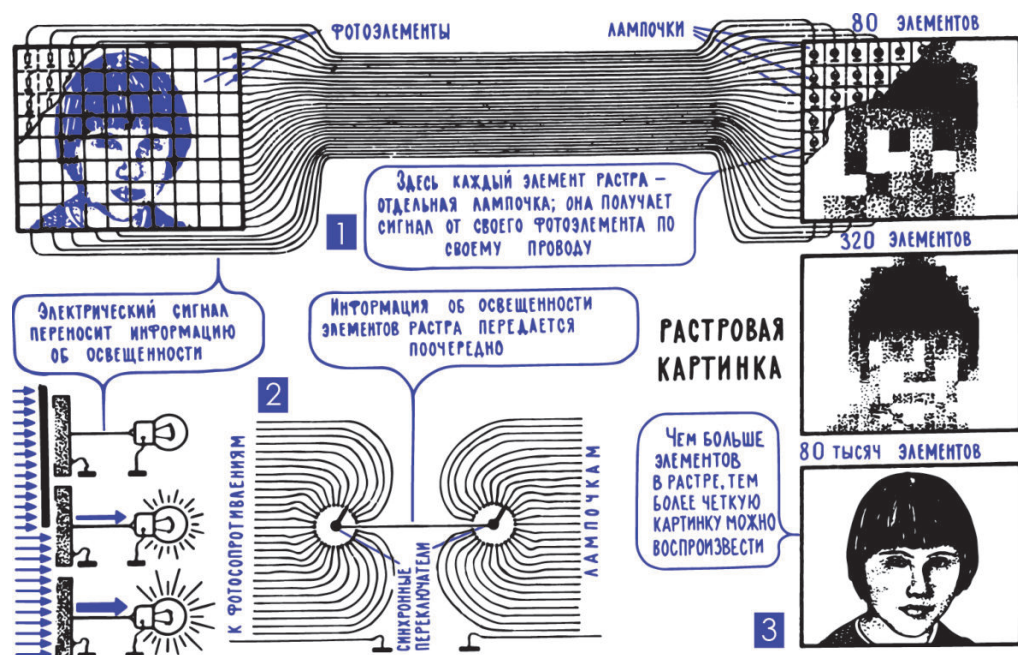
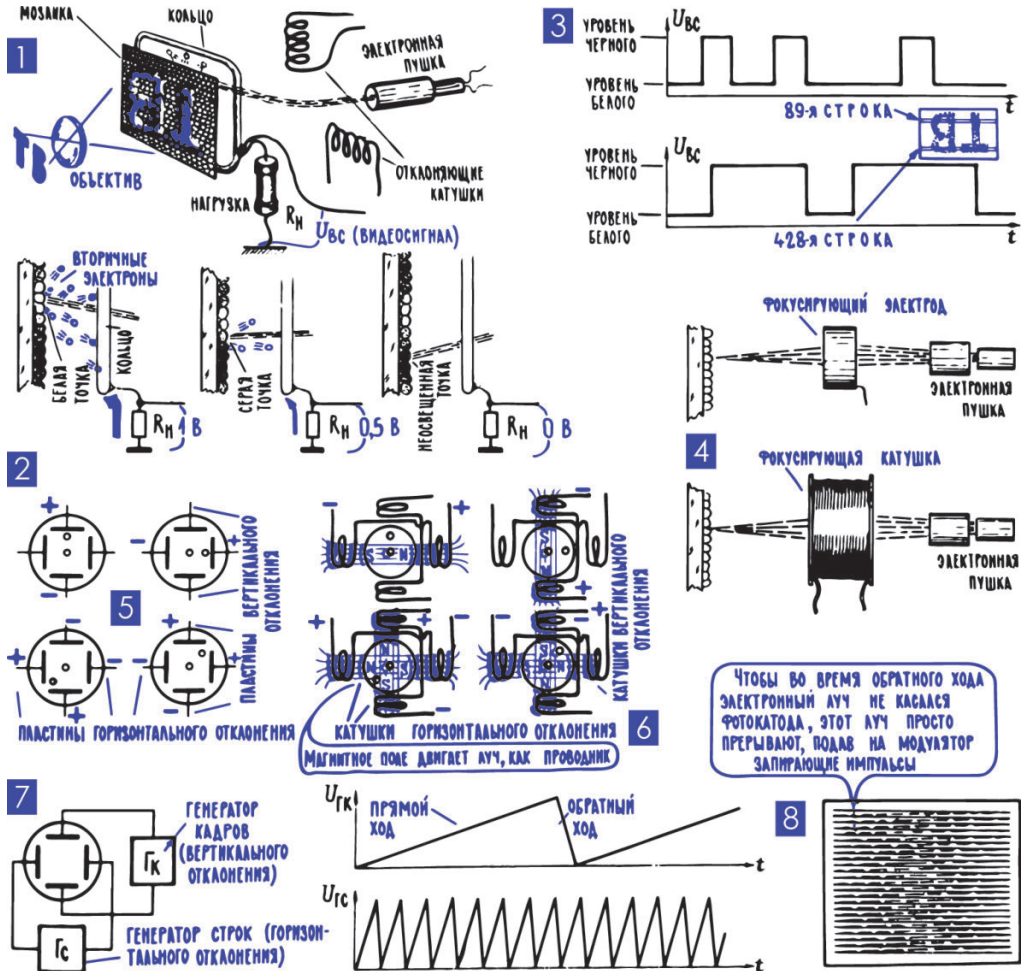

Рис. 13.6. Передача картинки с помощью электрического сигнала
Рис. 13.7. Простейшая передающая телевизионная трубка – иконоскоп
9. Любую картинку можно представить как набор точек с различной яркостью. Любую картинку, которую мы видим, можно представить себе как сложную мозаику из мельчайших светящихся точек, как некоторое количество отдельных источников света различной яркости, определенным образом расположенных в пространстве (рис. 13.6). И передать такую картинку на большое расстояние – это значит в месте приема заставить светиться такое же количество светоизлучателей с таким же точно расположением в пространстве и с такой же яркостью, как это было у самой передаваемой картинки. Забудем пока о цвете и объеме, попробуем в мысленном эксперименте создать систему передачи плоской черно-белой (точнее, одноцветной, монохромной) картинки.
Одно из решений задачи – система из светочувствительного экрана с большим числом фотоэлементов и светоизлучающего экрана с большим числом источников света, например лампочек (рис. 13.6; 1). Фотоэлементы и лампочки в строгом порядке расположены на своих экранах и соединены между собой попарно: каждая точка светочувствительного экрана соединена с точно такой по месту расположения точкой светоизлучающего экрана. Поэтому по каждой линии связи в виде электрического сигнала передается информация о яркости одной из точек картинки. А все комплекты фотоэлемент – линия связи – лампочка воссоздают на светоизлучающем экране точечную копию картинки, изображение, сотканное из отдельных светящихся точек, или, иначе, растровое изображение (в оптике растром называют решетку, разбивающую картинку на элементы).
Растровая копия истинной картинке будет тем точнее, тем четче, чем больше элементов в растре (рис. 13.6; 3). Человеческий глаз может видеть очень мелкие детали картинке, и чтобы ее копию сделать неотличимой от сложного и четкого оригинала, нужно было бы иметь растр из десятков миллионов точек.
10. Развертка изображения: элементы картинки передаются поочередно по одному каналу связи. В современных системах передачи изображения, таких как телевидение или фототелеграф, картинка передается по одной линии связи. Сама идея передачи картинки по одному проводу чрезвычайно проста: информация о яркости элементов изображения передается поочередно – сначала на приемном экране воссоздается яркость одной точки, затем другой, потом третьей и т. д. (рис. 13.6; 2). Для этого на передающей и на приемной сторонах имеются переключатели, коммутаторы, которые подключают к линии связи сначала одну пару фотоэлемент–лампочка, затем другую, потом третью, четвертую, пятую... В итоге в линию идет серия электрических сигналов, и каждый из них несет информацию о яркости одной из точек картинки. Чтобы такая система работала четко, необходимо выполнить два условия.
11. Передающая телевизионная трубка: большое количество фотоэлементов, поочередно включаемых электронным лучом. На рис. 13.7; 1 очень упрощенно показано устройство одной из разновидностей передающей телевизионной трубки – иконоскопа. Ее основа – мозаичный фотокатод, пластинка, покрытая мельчайшими светочувствительными серебряно-цезиевыми крупинками, каждая из которых фактически представляет собой микроскопический фотоэлемент. Картинка, которую нужно превратить в серию электрических сигналов, с помощью объектива проектируется на светочувствительную мозаику фотокатода. При этом каждая крупинка-фотоэлемент получает свою порцию света и, как полагается фотоэлементу, создает свою электродвижущую силу, пропорциональную освещенности: чем больше света падает на крупинку-фотоэлемент, тем большую ЭДС она вырабатывает. В итоге на фотокатоде создается невидимая электрическая картинка, повторяющая картинку световую. И острый электронный луч, двигаясь по фотокатоду от одной его точки к другой, прочерчивает всю эту электрическую картинку и поочередно подключает крупинки-фотоэлементы к нагрузке. А значит, по мере движения луча по резистору нагрузки $R_{\text{н}}$ идет ток, в котором отражена освещенность той или иной точки фотокатода. То есть по мере движения электронного луча происходит развертка изображения, по нагрузке идут серии электрических сигналов. Последовательно, точку за точкой они описывают на электрическом языке картинку, которую нужно передать (рис. 13.6; 2).
Следующий цикл обработки электронного потока – фокусировка, собирание электронов в узкий луч, который сходится в точку на самом светочувствительном экране. Фокусировка бывает электростатическая и магнитная. В первом случае используется то, что электрон обладает отрицательным зарядом и его можно смещать в пространстве, действуя электрическим полем – «плюс» подтягивает электроны к себе, «минус» их отталкивает. Для электростатической фокусировки в трубку вводится еще один фокусирующий электрод (рис. 13.7; 4). На него подается некоторое постоянное напряжение, и оно вместе с напряжениями на других электродах так отклоняет движущиеся электроны, чтобы луч сфокусировался, сжался в точку в самой плоскости фотокатода.
В системах магнитной фокусировки используется то, что движущийся заряд обладает магнитным полем (гл. 5: 1), а значит, на него можно влиять внешним магнитным полем. Фокусирующая катушка расположена снаружи трубки, она изгибает траекторию электронов совсем не так, как фокусирующий электрод, но конечный результат получается таким же (рис. 13.7; 4). Точную фокусировку можно получить, меняя внешнее магнитное поле, то есть меняя ток в фокусирующей катушке.
Следующая операция – отклонение луча в пространстве, она также осуществляется с помощью электрических или магнитных полей. В телевизионных системах производится строчная развертка изображения; луч строку за строкой прочерчивает экран в горизонтальном направлении, постепенно смещаясь вниз. Чтобы перемещать электронный луч, достаточно иметь две системы отклонения – горизонтальную и вертикальную (рис. 13.7; 5, 6). Первую из них называют строчной разверткой, вторую – кадровой разверткой. В трубках с электростатическим отклонением имеются две пары пластин (рис. 13.7; 5); меняя напряжение, которое к ним прикладывается, можно перемещать луч вверх-вниз и влево-вправо. Точно так же магнитное отклонение луча осуществляется расположенными вне трубки отклоняющими катушками (рис. 13.7; 6): меняя в них ток, меняют и магнитное поле, отклоняющее электронный луч (см. рис. 5.6).
13. Генераторы кадровой и строчной развертки дают пилообразные напряжения разной частоты. Для отклонения луча в комплекте с трубкой согласованно работают два генератора – кадровый и строчный. Первый из них дает меняющееся напряжение, которое сравнительно медленно сдвигает луч сверху вниз, второй дает меняющееся напряжение, которое заставляет луч сравнительно быстро двигаться справа налево, прочерчивать строку за строкой. Чтобы луч двигался равномерно и всем точкам фотокатода уделял одинаковое внимание, задерживался на каждой из них одно и то же время, нужно, чтобы к отклоняющим пластинам подводилось пилообразное, то есть равномерно нарастающее, напряжение (рис. 13.7; 7).
Иконоскоп в принципе не изменил нашу первую систему преобразования световой картинки в электрические сигналы (рис. 13.6; 2); и в том, и в другом случае использовался один и тот же физический процесс, просто фотоэлементы перестали быть самостоятельными деталями, а превратились в мельчайшие светочувствительные точки на фотокатоде. Что же касается приемного светоизлучающего экрана, то здесь не отделаешься простым уменьшением лампочек накаливания.
16. С увеличением числа строк возрастает четкость картинки, однако одновременно сильно расширяется спектр телевизионного сигнала. Тот факт, что четкость изображения зависит от числа строк, не требует, по-видимому, особых пояснений: чем больше строк прочерчивает луч в иконоскопе, а значит, и в кинескопе, тем тоньше каждая строка и тем более мелкие детали картинки могут быть переданы (рис. 13.6). В разных странах существуют разные телевизионные стандарты, выбрано разное число строк телевизионного раstra. В Великобритании, например, 405 строк, в США и Канаде – 525 строк, во Франции – 819 строк. В Советском Союзе, Венгрии, Польше, ГДР, Чехословакии, Болгарии и многих других странах стандартом установлено разделение кадра на 625 строк.